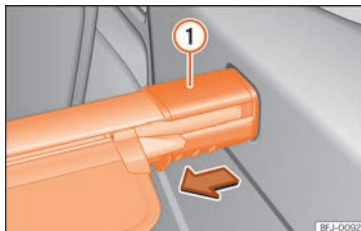

Abb. 116 Im Gepäckraum: Gepäckraumabdeckung ausbauen
- Abdeckungsträger » Abb. 116 ① in Pfeilrichtung drücken und in dieser Position halten.
- Abdeckungsträger » Abb. 116 ① loslassen.